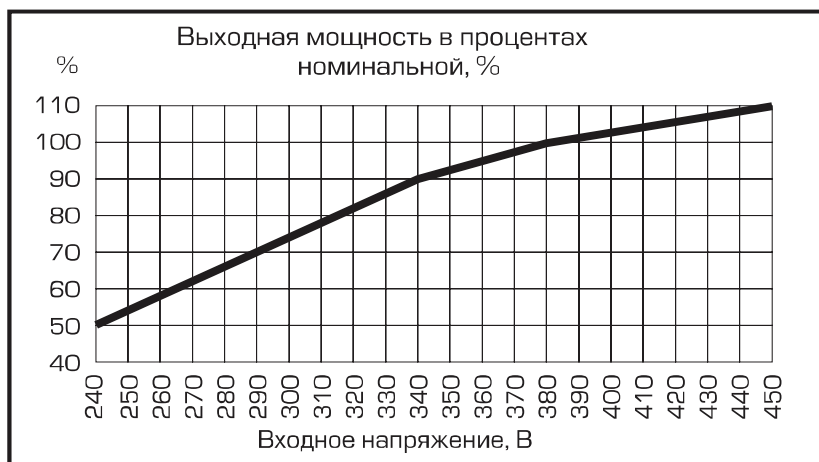

Рис.1
**Расчет мощности произведен для работы стабилизатора при входном напряжении от 350 В. Если напряжение ниже 350 В, необходимо учитывать поправку согласно рис. 1.*